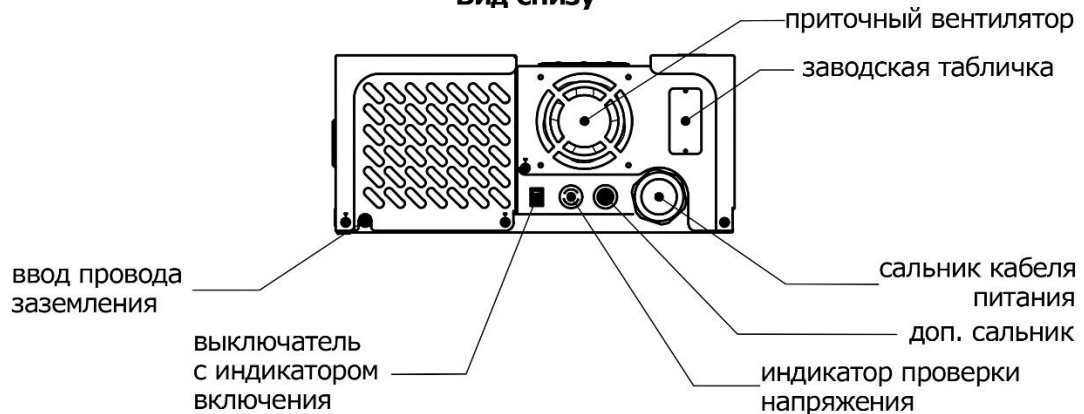
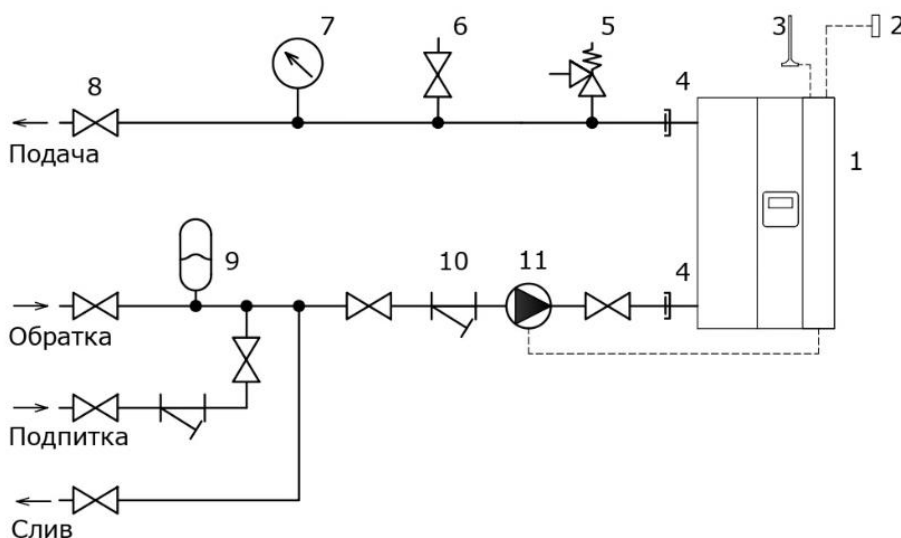

Рис. 3
Рис. 6
4.3. Внутреннее устройство электродкотла показано на рис.3. На основании корпуса закреплён теплоизолированный бак со встроенными блоками ТЭНов. В верхней части электродкотла с левой стороны расположен патрубок выходной, в нижней части - патрубок входной. На крышке бака расположены: датчик температуры выходной, термовыключатель, датчик уровня и автоматический воздухоотводчик. В нижней части бака расположены: датчик температуры входной и патрубок слива с пробкой.
6.7. Упрощённая схема подключения электрокотла показана на рис. 6.
6.10. Перед первым заполнением системы отопления закрутить до упора пластиковую пробку автоматического воздухоотводчика электродкотла (см. рис. 3), чтобы избежать его засорения. После удаления воздуха через ручной воздухоотводчик (поз. 6 рис. 6), пробку автоматического воздухоотводчика полностью выкрутить. Надеть воздухоотводящую трубку на штуцер автоматического воздухоотводчика электродкотла и зафиксировать её хомутом из комплекта поставки. Автоматический воздухоотводчик предназначен для сброса воздуха, образующегося в электродкотле в процессе эксплуатации. Если подающий трубопровод расположен выше уровня выходного патрубка электродкотла, то на его верхнем участке необходимо установить дополнительные автоматический и ручной воздухоотводчик. Нельзя переставлять автоматический воздухоотводчик электродкотла на верхний участок подающего трубопровода.